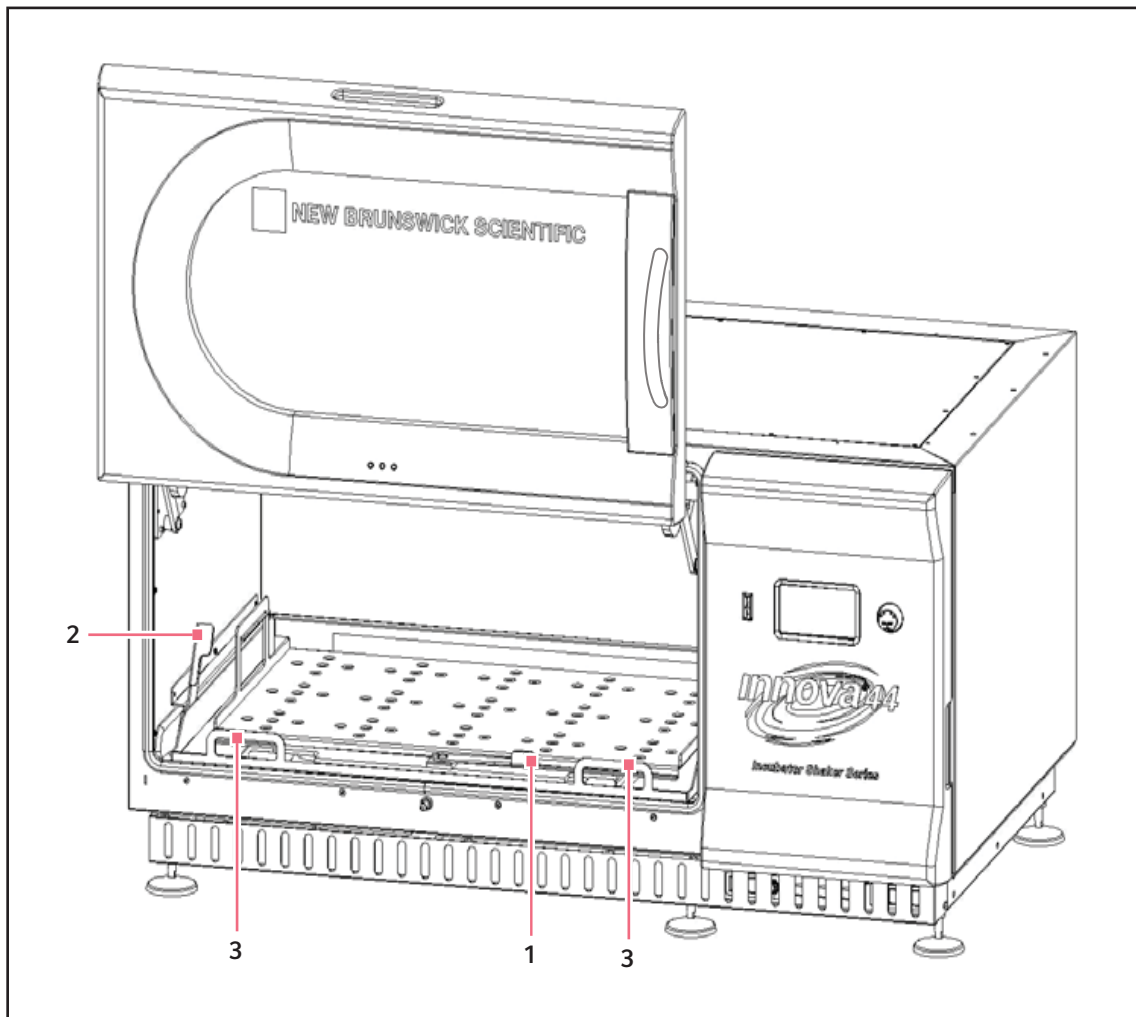

Fig. 9-16: Sgancio della piattaforma a scomparsa
2. Ruotare la leva a camme situata sulla sub-piattaforma di (vedi Fig. 9-16 a pag. 70) 180 ° in senso orario. Deve essere diretta verso sinistra.
3. Tirare verso il basso entrambe le leve laterali (vedi Fig. 9-16 a pag. 70). Ciò consentirà di sganciare la piattaforma dalla sub-piattaforma.
4. Tirare verso di sé entrambe le maniglie del meccanismo di estrazione (vedi Fig. 9-16 a pag. 70). In questo modo la piattaforma verrà estratta facilitandone l'accesso.